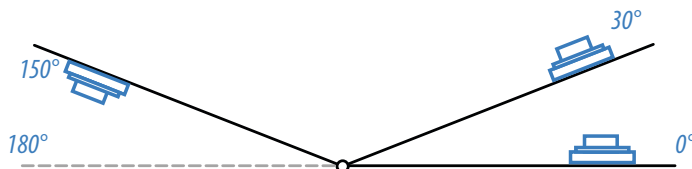

Рис.2. Диапазон измерения угла на вращающемся рычаге.
- Измерение угла осуществляется от 0° до 180° (см. Рис.2). Аналогичные углы наклона будут при вращении рычага ниже оси вращения.